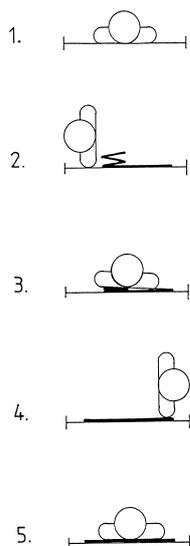

Abb. 9
- Dann, Gurtflaschen von außen nach innen unter die Oberschenkel legen; dazu können die Beine leicht angewinkelt werden (**Abb. 9, 10**).